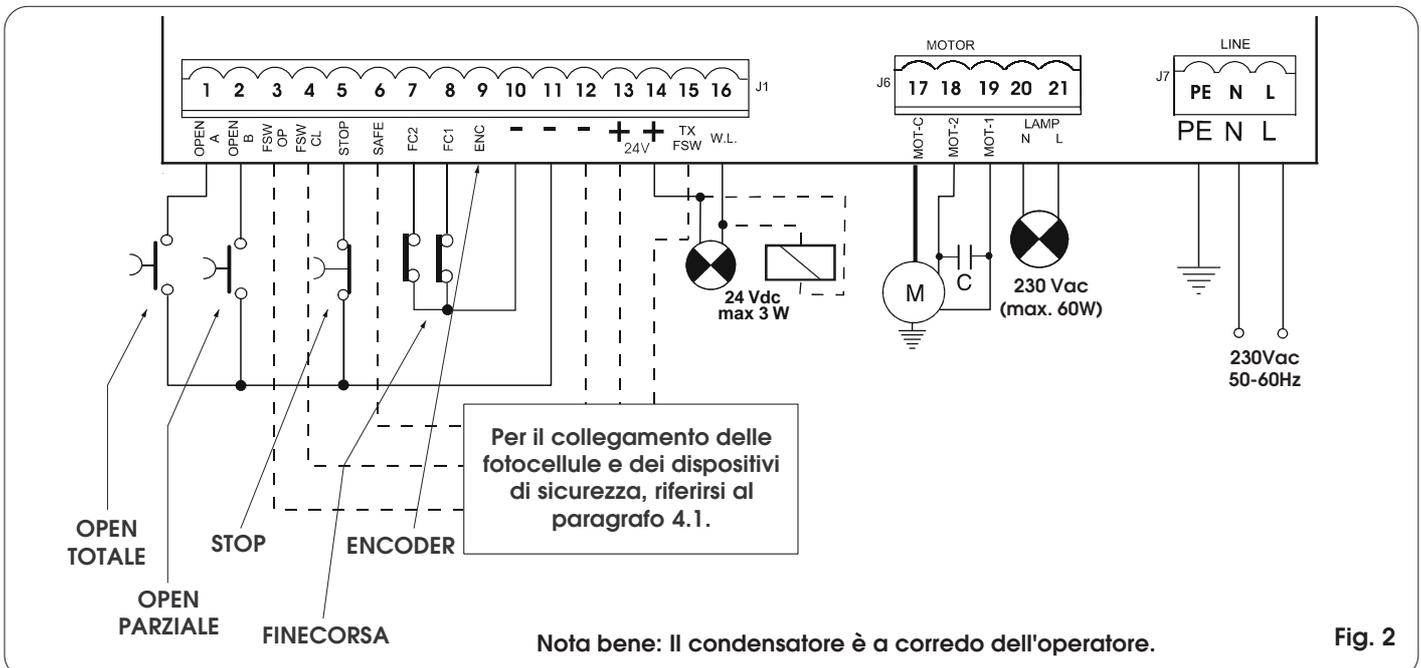

Fig. 2
- Collegare il cavo di terra all'apposito morsetto previsto sul connettore J7 dell'apparecchiatura (vedi fig.2).
#### 4.2. Morsettiera J7 - Alimentazione (fig. 2)
#### 4.3. Morsettiera J6 - Motori e lampeggiatore (fig. 2)
#### 4.4. Morsettiera J1 - Accessori (fig. 2)
**7 e 8):** Il compito dei finecorsa di apertura e di chiusura è di determinare il punto di riferimento per l'arresto, oppure per l'inizio del rallentamento (pre e post finecorsa), oppure per la frenata dell'operatore (vedi programmazione avanzata Cap. 5.2.). Il dispositivo di finecorsa deve avere un contatto N.C. che va collegato tra l'ingresso (FC1 o FC2) ed il morsetto - dell'apparecchiatura (vedi Fig. 2).